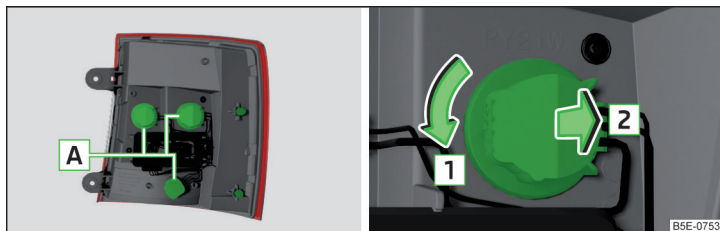

Fig. 356 Partea exterioră a lămpii / Scoaterea soclului cu bec incandescent
- Rotiți soclul, împreună cu becul cu incandescență **A** în sensul săgeții **1** » fig. 356.